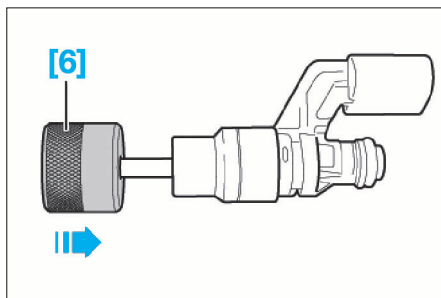

FIG. 50
- [6]. Douille de calibrage (ref. T10133/8) (Fig.50).
- glisser la douille de calibrage [6] jusqu'en butée sur l'injecteur, en la tournant de 180° environ et en appuyant légèrement. Déposer la douille [6] en la tournant dans l'autre sens (Fig.50).